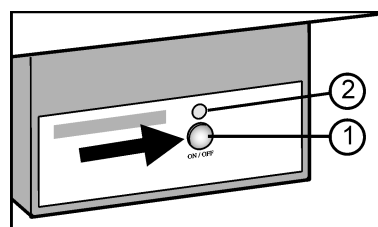

Fig. 7
- ▶ Appuyer sur la touche On/Off Fig. 7 (1) afin que la DEL Fig. 7 (2) s'allume.